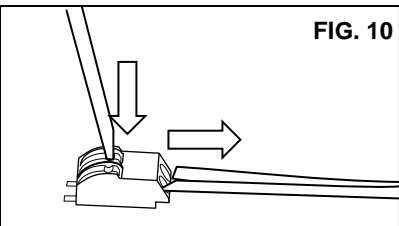

FIG. 10
- Separe los cables del CONTROLADOR LED del BLOQUE DE TERMINALES presionando hacia abajo en la LENGÜETAS DEL TERMINAL. (FIG. 10)